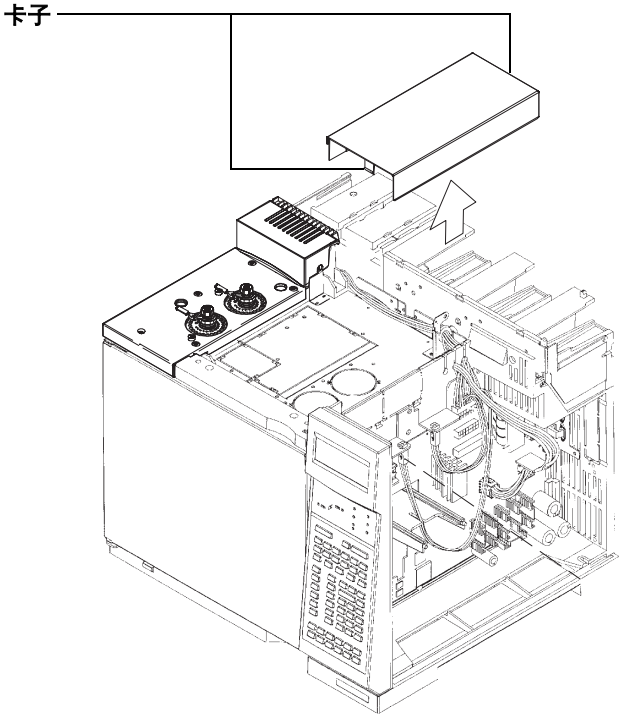

图 2 卸下电路部件上盖（6890）
- **早期的 6890 型号：**将灰色的塑料上盖（带有孔和排气槽）抬起、竖起来。合页是连接到柱箱顶部的金属架，朝自己的方向拉其上面的卡子，松开合页的销子。把销子向左推，即可松开盖。抬起上盖，取下它。把电路元件的盖卸下来，把盖子下面的卡子推向中央（如图 2 所示）使其脱离。